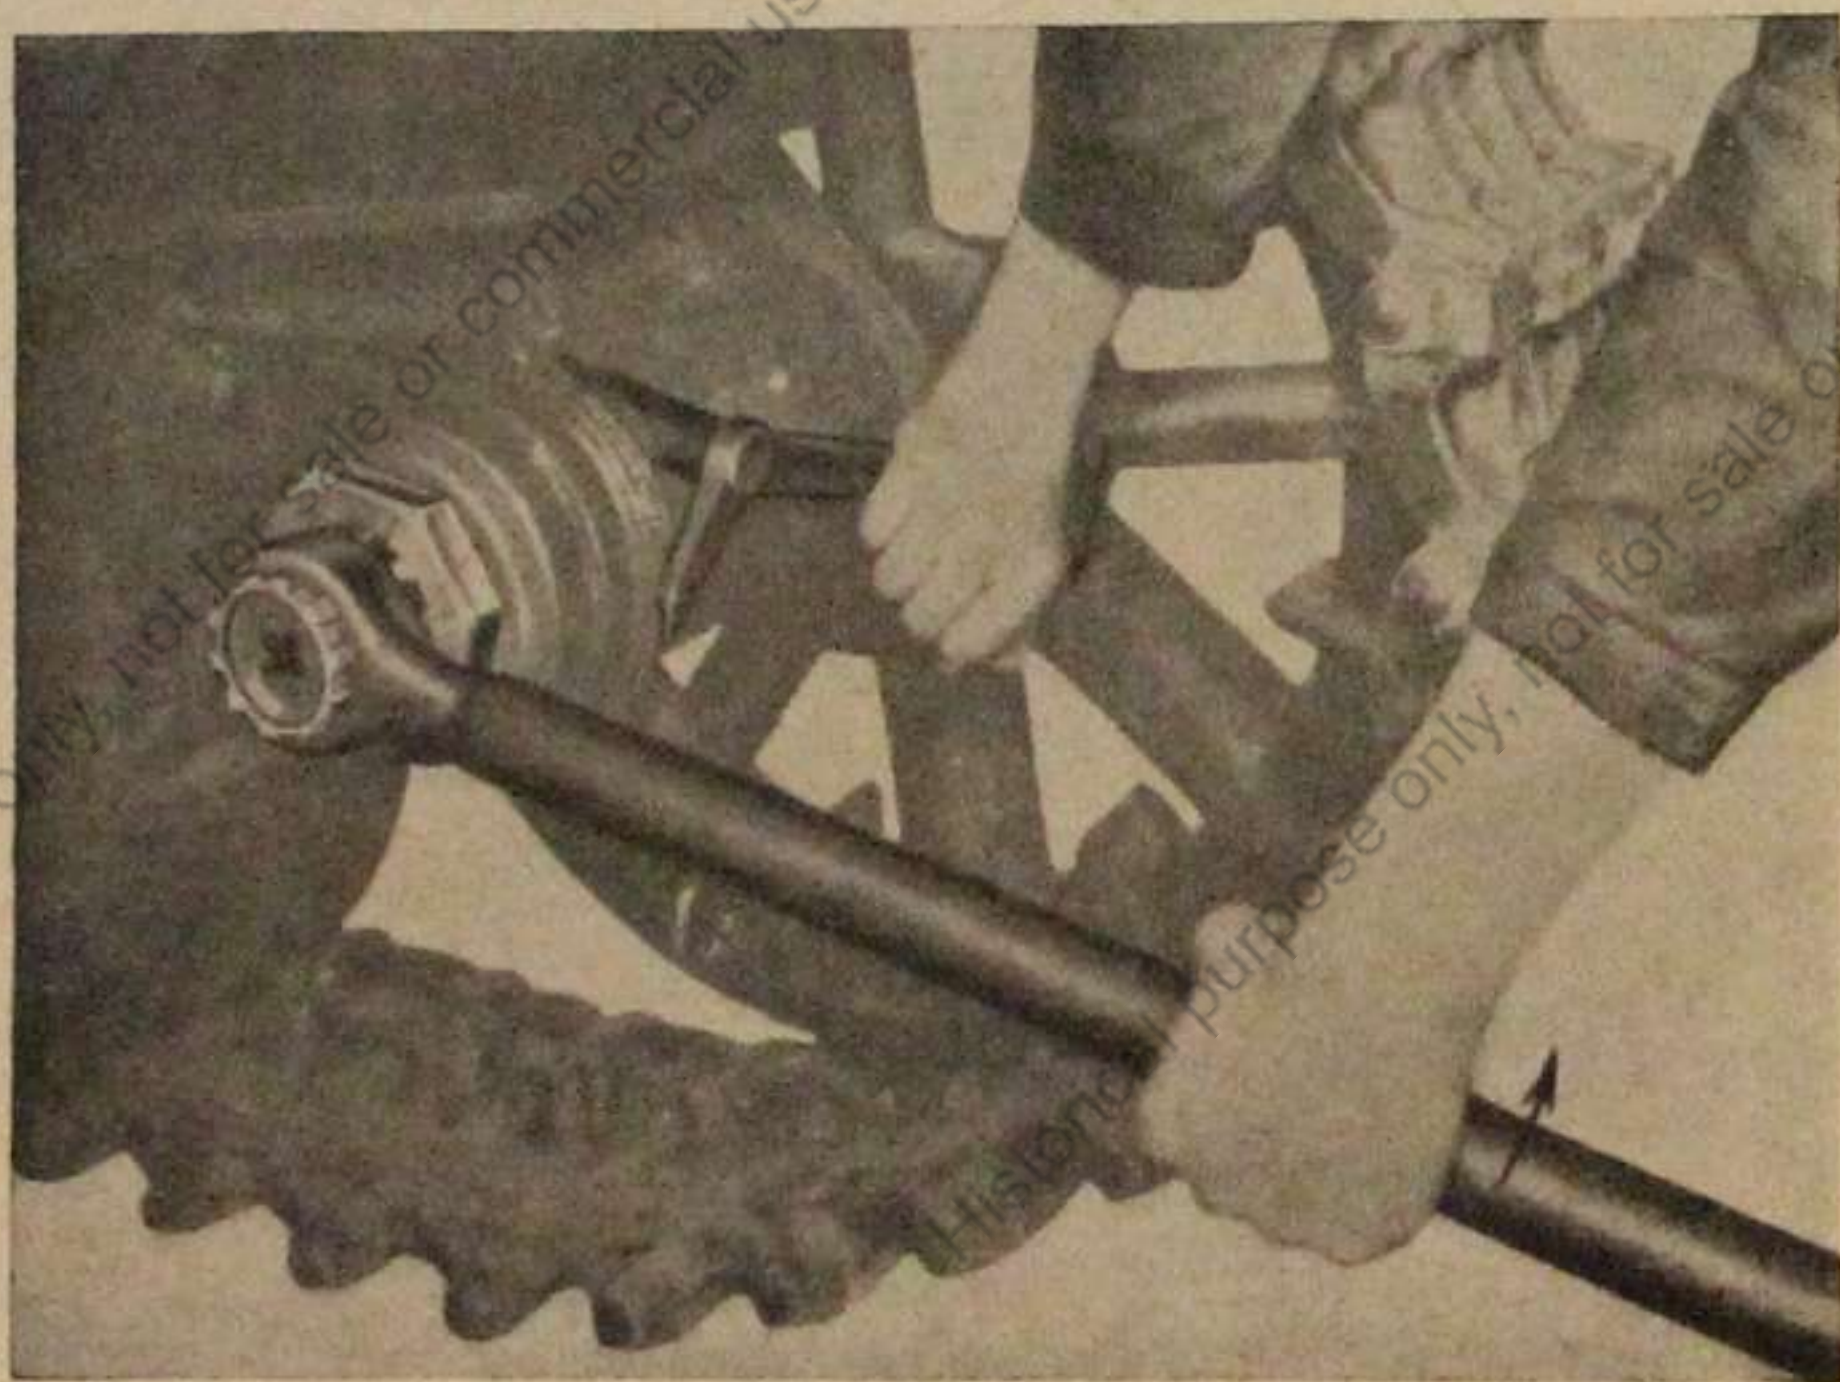

Bild 3
5. Ringschlüssel für Kettennachstellung (1/1) auf Nutende der Leitradkurbel ansetzen, Bild 3.